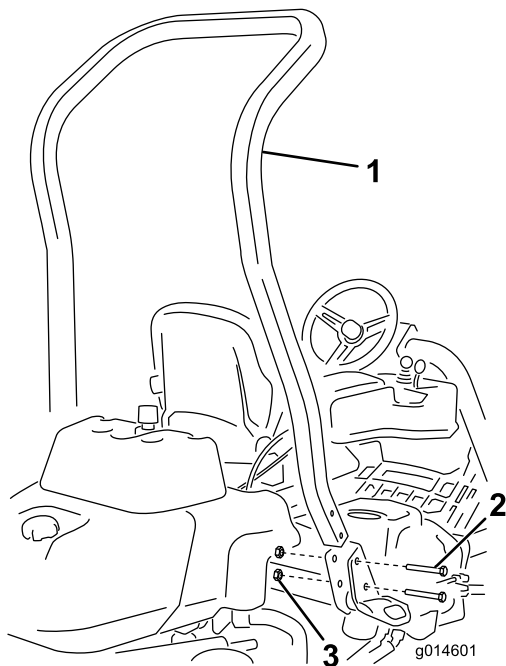

图3
3. 如图3所示使用4个螺栓 $\frac{1}{2} \times 3\frac{3}{4}$ 英寸和4个凸缘螺母 $\frac{1}{2}$ 英寸将翻车保护杆安装到机器两侧的卡槽中。